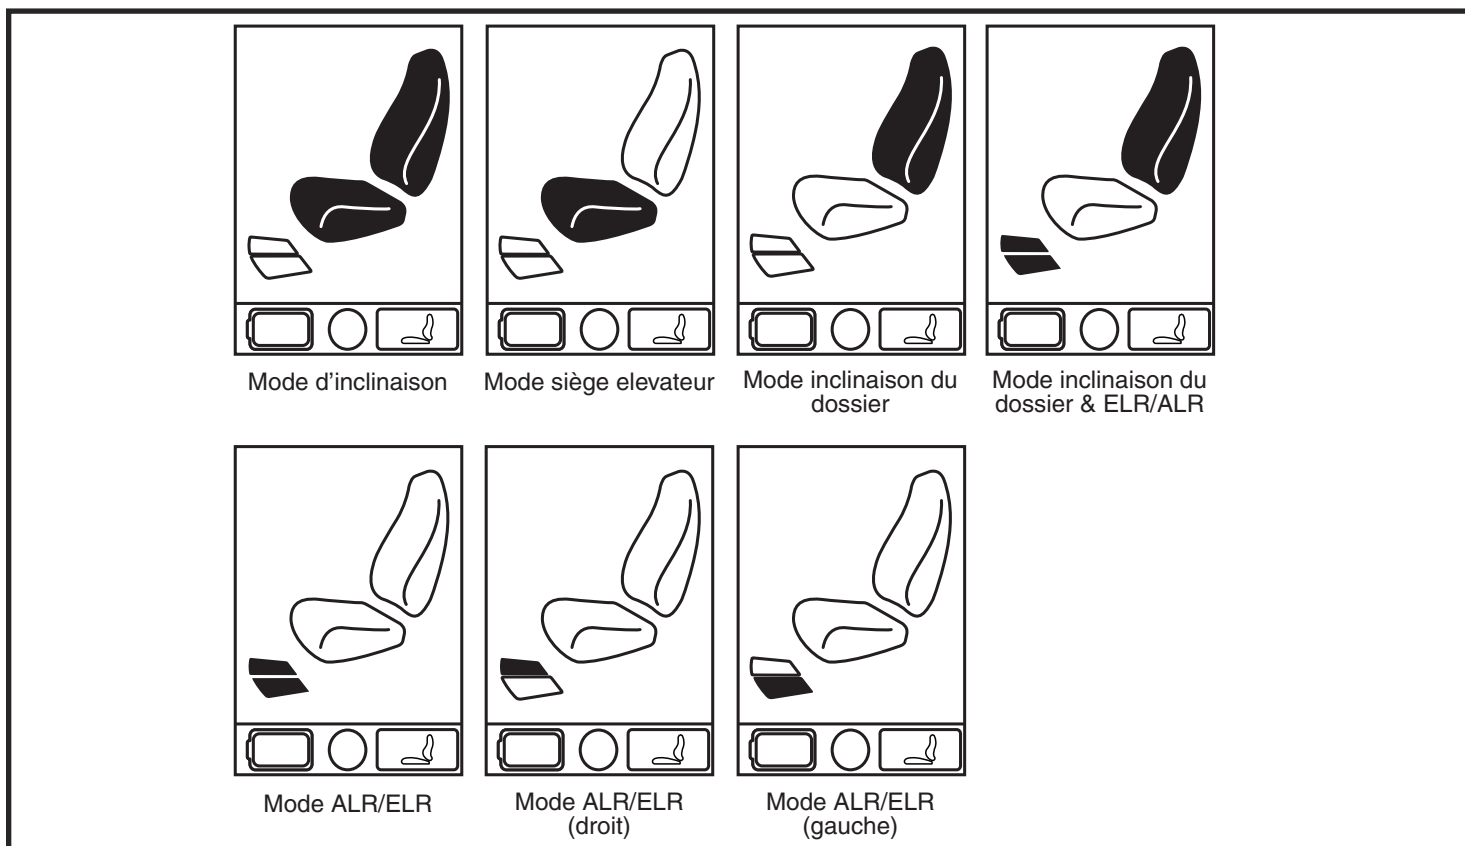

Figure 1. Sélection des actionneurs
3. Poussez la manette vers la gauche ou vers la droite pour faire défiler les différents actionneurs vers celui désiré. **Voir la figure 1.**